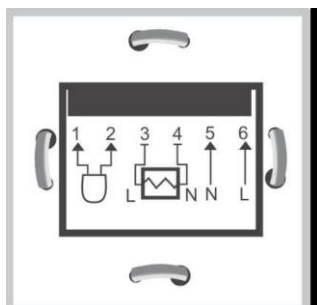

Рис. 2
5. Подключите провода от электросети к клеммам «5» и «6», показанным на рис. 2.